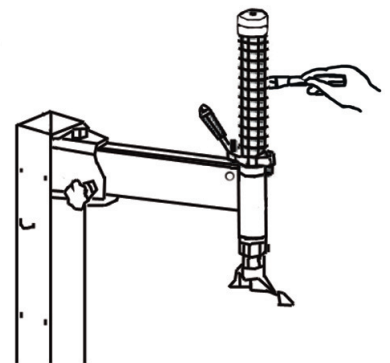

Bild 26
- Halten Sie die Sechskantsäule und die beweglichen Teile sauber, dazu ist regelmäßiges Reinigen und Schmieren notwendig (mit Diesel reinigen - siehe Bild 26).